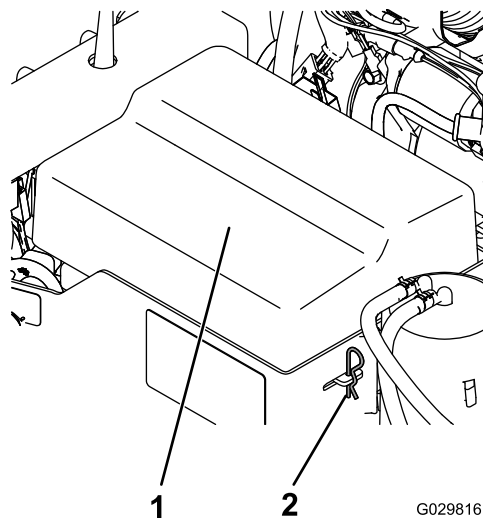

Figura 3
1. Retire los 2 pasadores de horquilla que sujetan la tapa de la batería a la caja de la batería, y retire la tapa (**Figura 3**).
6. Monte la tapa en la caja de la batería, y sujete la tapa con los 2 pasadores de horquilla (Figura 3).